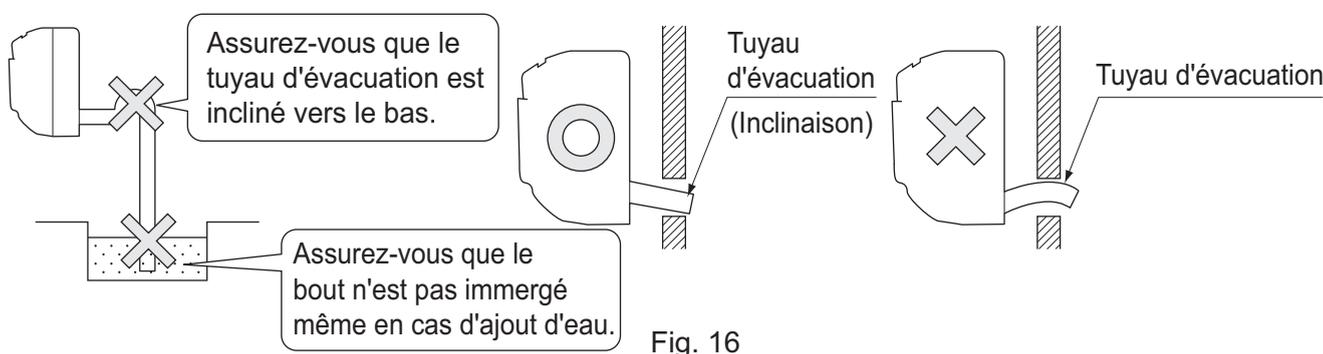

Fig. 16
### (1) Installez la tuyauterie d'évacuation. (Reportez-vous à la Fig. 16)
- Prêtez attention aux points de la Fig. 16 lorsque vous posez les tuyaux d'évacuation.